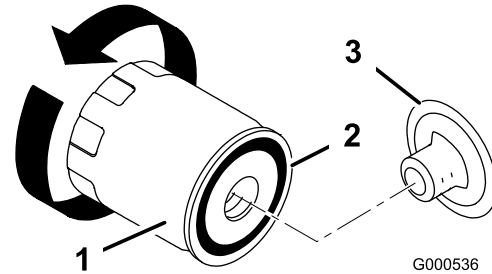

Figure 27
- Changez le filtre à huile au besoin (Figure 27).
- Déposez le filtre à huile usagé et essuyez la surface du joint de l'adaptateur (Figure 27).
- Appliquez une fine couche d'huile propre sur le joint en caoutchouc du filtre de recharge (Figure 27).
- Posez le filtre à huile de recharge sur l'adaptateur. Tournez le filtre dans le sens horaire jusqu'à ce que le joint touche l'adaptateur, puis donnez 1/2 à 3/4 de tour supplémentaire (Figure 27).